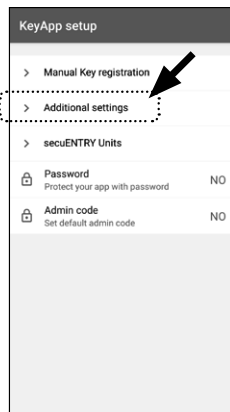

Abb. 59
- 4 Tippen Sie im Anschluss „*Additional settings*“ (Abb. 59).